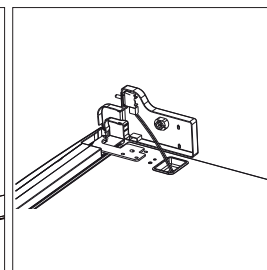

Abb. 16
- ▶ Stecken Sie dann den Kabelstecker in die Buchse an der Scharnierabdeckung (27) aus dem Beipack (Abb. 16).